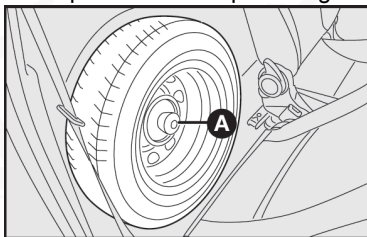

fig. 13
17) Fije la rueda con el dispositivo de bloqueo A-fig.13.